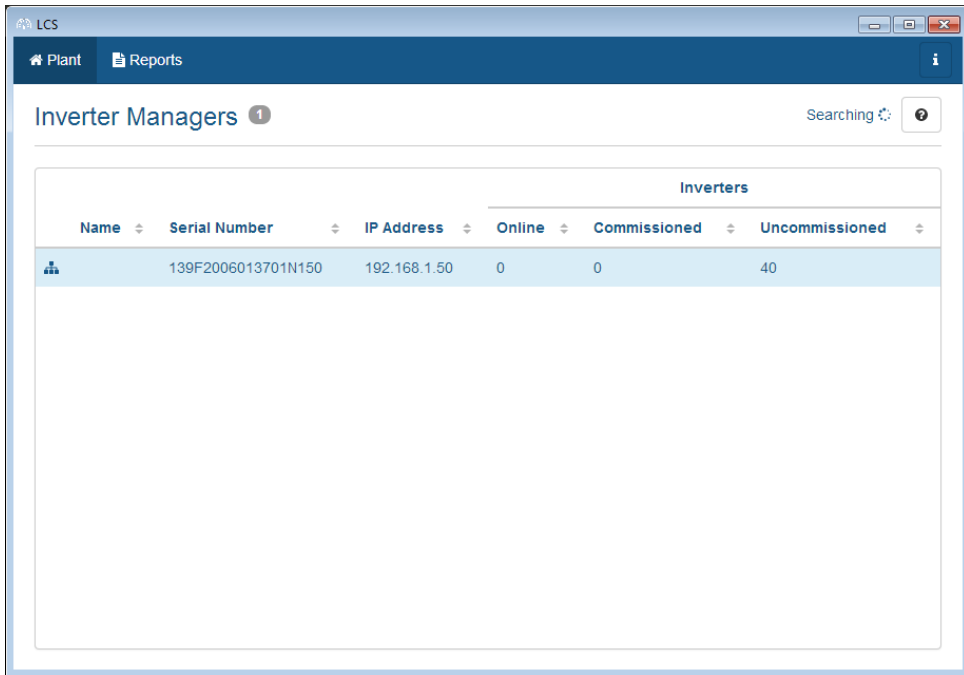

Abbildung 3.4 LCS-Tool - Startbildschirm
2. Der Bildschirm zeigt jetzt eine Liste aller Wechselrichtermanager (siehe *Abbildung 3.4*). Zum Start des Assistenten klicken Sie den zu konfigurierenden Wechselrichtermanager an. Durch Anklicken des Wechselrichtermanagers werden die vom Wechselrichtermanager gefundenen Wechselrichter angezeigt. Nicht in Betrieb genommene Wechselrichter (kein zugewiesener Grid-Code) werden mit einem blauen Quadrat zusammen mit ihrer Softwareversion aufgeführt.